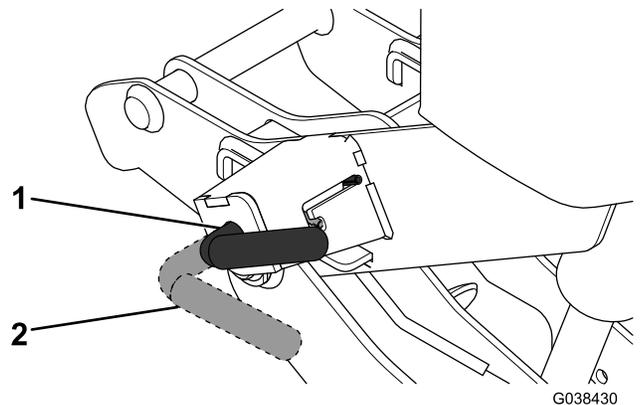

Bild 18
4. Stellen Sie die Hebel an den Kupplungen in die ATTACH-Stellung (**Bild 18**).
- Stellen Sie sicher, dass beide Kupplungsfederstifte ganz in der Kupplung eingerastet sind (Bild 18).